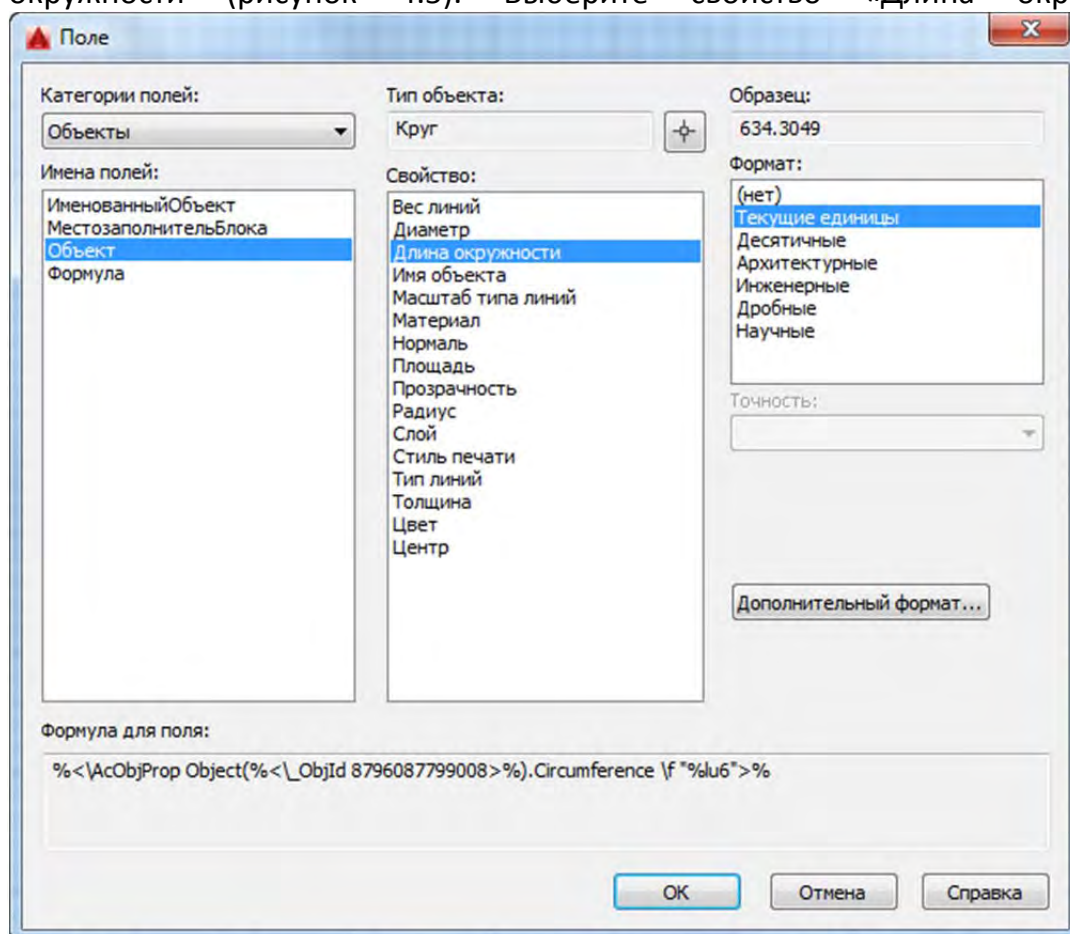

Рисунок 4.5 Поле «Объект»
7. В области «Свойство» отобразятся все доступные свойства выбранной окружности (рисунок 4.5). Выберите свойство «Длина окружности».